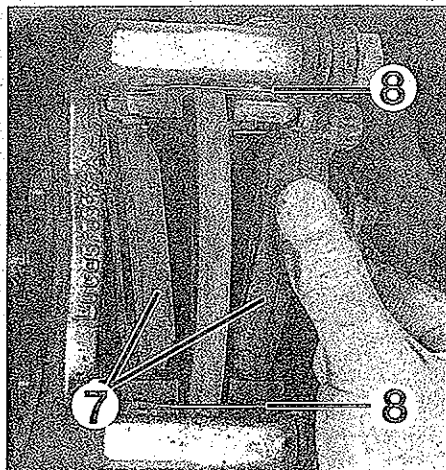

FIG. 14
- la pinza (6).
- las pastillas de freno (7) (fig. 14).
- las grapas (8) de guía de las pastillas.